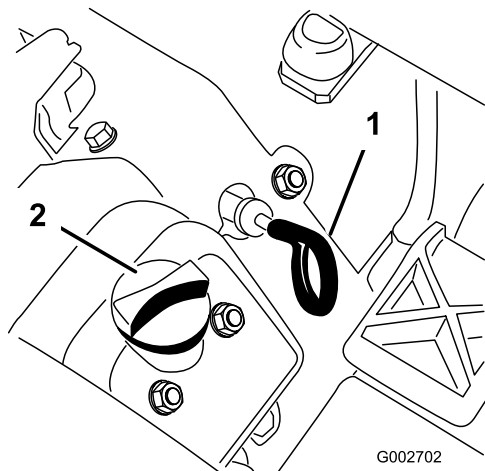

図 24
- ディップスティック (図 24) を抜き取り、ウェスできれいに拭う。